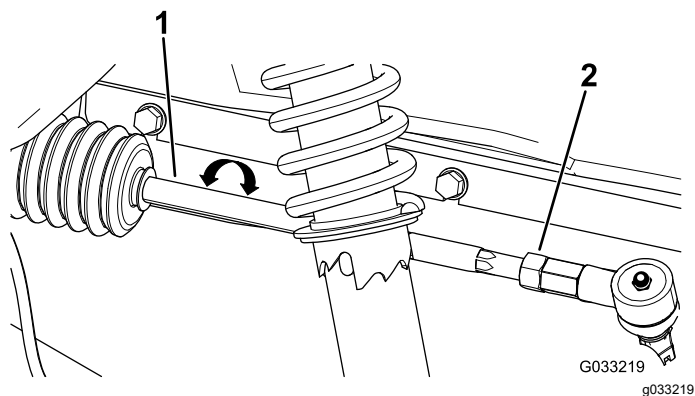

Figure 55
2. Si les mesures ne sont pas comprises entre 0 et 6 mm, desserrez les écrous de blocage aux deux extrémités extérieures des biellettes (Figure 55).